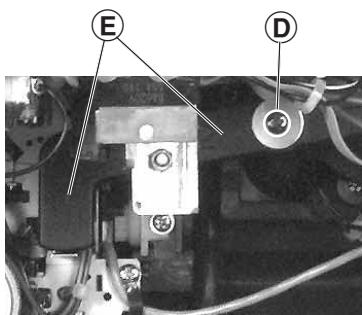
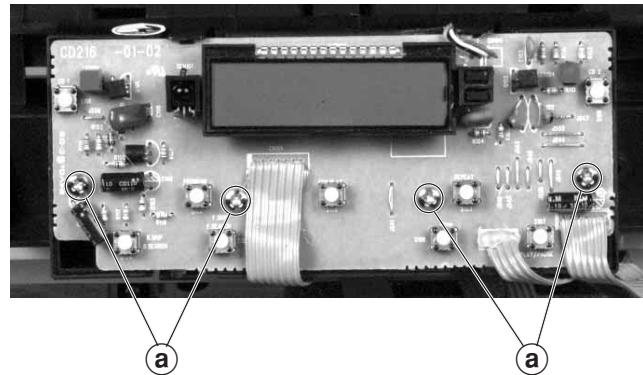

Fig. 2
Fig. 7
2. Cass.-Laufwerk ausbauen, (Fig. 2/2a)
- Schraube **(D)** (Fig. 2) herausdrehen und Aufnahmeschaltthebel **(E)** herausnehmen.
2. Dismantling the Cassette Drive Mechanism, (Fig. 2/2a)
- Undo the screw **(D)** (Fig. 2) and remove the record switching lever **(E)**.
6. Chassis ausbauen, (Fig. 2 und 6)
- Schraube ④ herausdrehen und Aufnahmeschaltthebel ⑤ herausnehmen (Fig. 2).
- 2 Schrauben ⑦ herausdrehen.
- Gehäuseoberseite an den Punkten ⑧ und ⑨ nach oben drücken.
- 4 Schrauben ① herausdrehen (Fig. 7) und Bedienplatte austasten.
6. Removing the Chassis, (Fig. 2 and 6)
- Undo the screw ④ and remove the record switching lever ⑤ (Fig. 2).
- Undo 2 screws ⑦.
- Press the top of the cabinet upwards at the positions ⑧ and ⑨.
- Undo 4 screws ① (Fig. 7) and disengage the keyboard PCB.